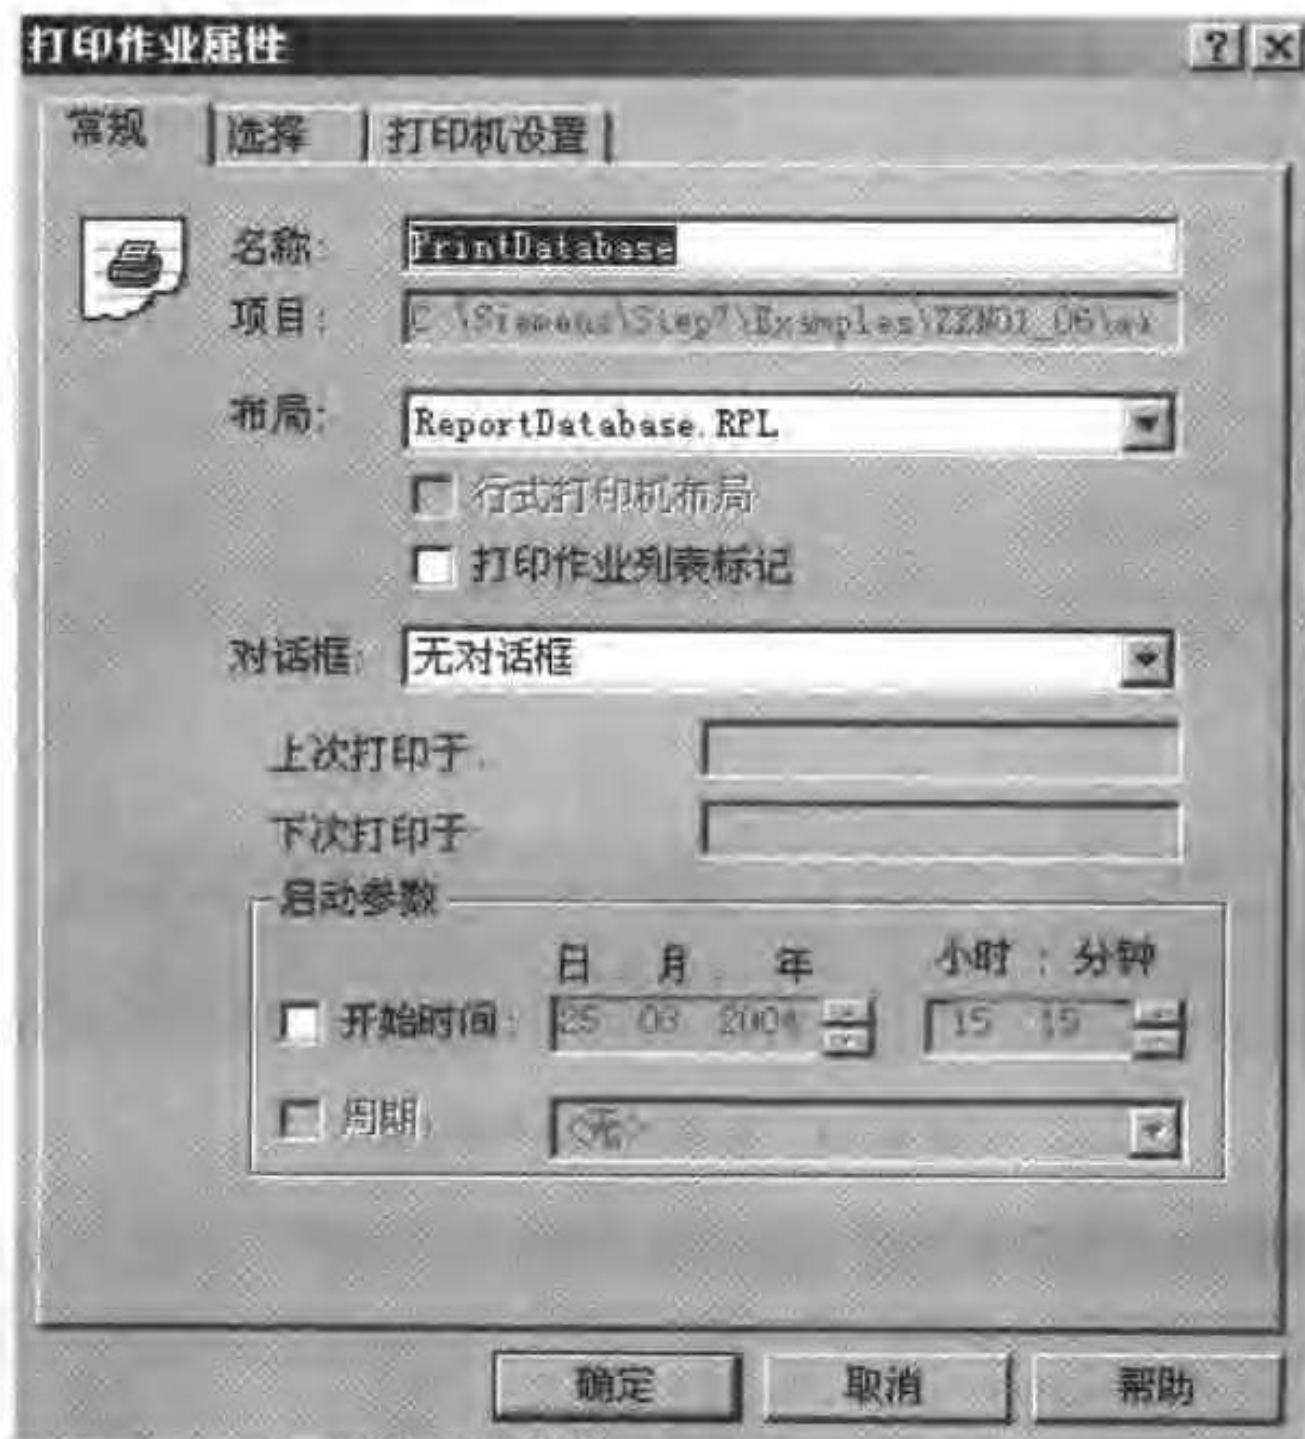

图 9-26 “打印作业属性”对话框
- 双击刚刚创建的打印作业,如图 9-26 所示。在“布局”栏中指定 ReportDatabase.RPL。